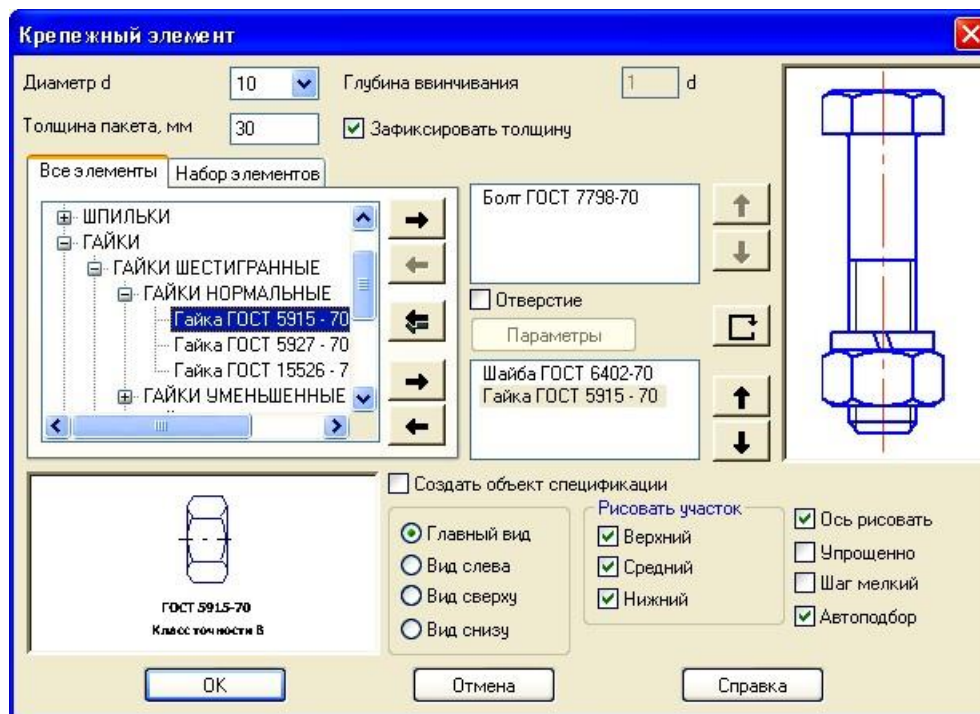

Рис. 7 – Діалогове вікно елемента кріплення
4. У діалоговому вікні кріпильного елемента (рис. 7) встановити діаметр різьблення, товщину деталей, що скріплюються, і вибрати вид зображення. Включити опцію «**Отверстие**» та «**Автоподбор**».